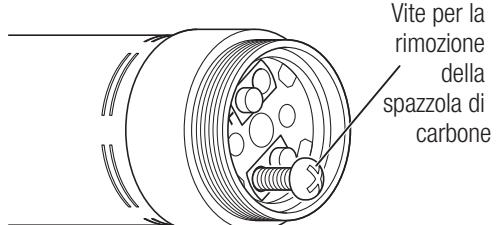

Fig. 13
- 3) Avvitare due o tre volte la vite di rimozione della spazzola di carbone (in dotazione con la spazzola di carbone di ricambio) nell'apposito foro. Quindi rimuovere la spazzola di carbone estraendo la vite di rimozione (Fig. 13).